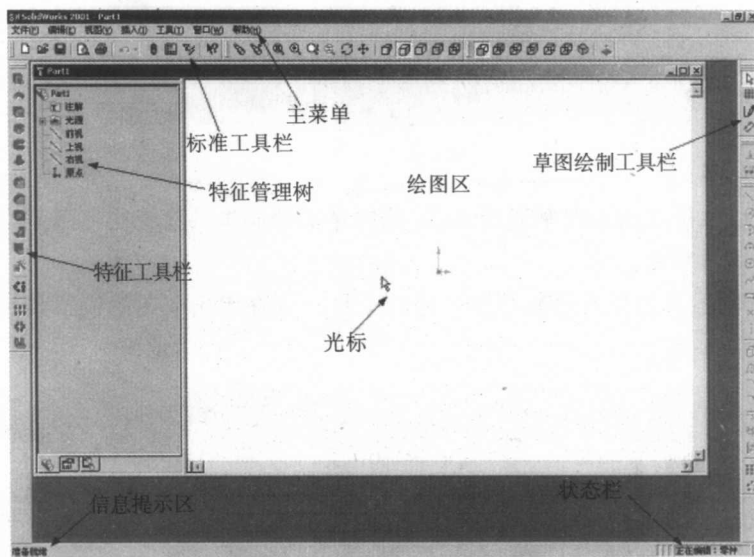

图1.7
(3) 现在进入 SolidWorks 2001 的零件环境，包含有在零件环境下常用的工具栏，如图 1.7 所示。